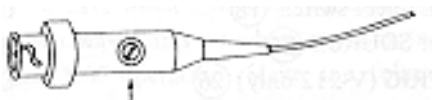

Figura 34: Condensador variável para compensação de uma ponta de prova ([Hitachi, 1990])
Antes de utilizar uma ponta de prova atenuadora temos de a “adaptar” às características do osciloscópio a que a estamos a ligar. Isto faz-se ajustando o valor de um condensador na ponta de prova (*Probe Compensation Adjustment*, na Figura 32 ou na Figura 34) de modo a que o conjunto osciloscópio e ponta de prova provoquem o menor efeito de carga nos circuitos a que vão estar ligados. Chama-se a este processo a compensação do circuito atenuador (ou compensação da ponta de prova).
3. Ajustar a capacidade do condensador variável da ponta de prova (Figura 34), por intermédio de uma chave de fendas, de modo a que os cantos da onda quadrada formem ângulos rectos.